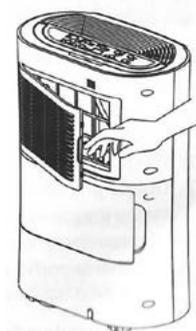

рис. 7
3. Вийміть решітку для входу повітря (6) і вугільний фільтр (13) з приладу (рис. 7).